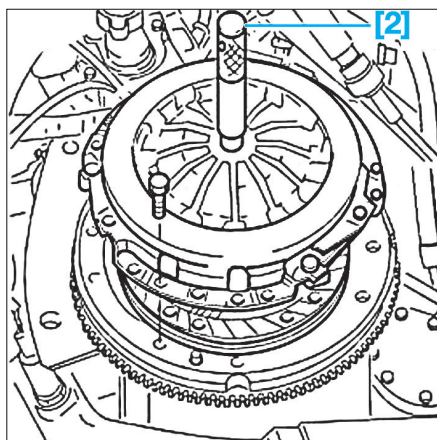

Fig. 2
- [2]. Outil de centrage d'embrayage réf Fiat : 1870418000 (Fig.2)
- Positionner le disque sur le volant à l'aide de l'outil [2] de diamètre approprié (Fig.2).